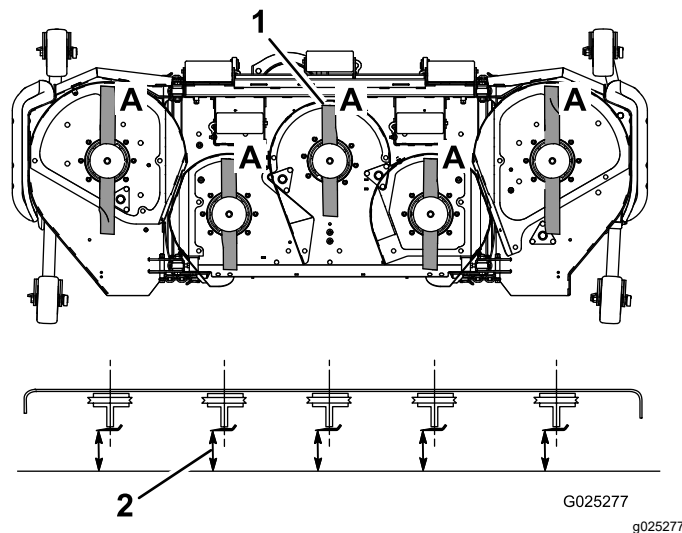

Figura 26
3. Rode as lâminas até as suas extremidades se encontrarem viradas para a frente e para trás (Figura 26).
4. Meça de uma superfície plana à extremidade de corte, posição **A**, das lâminas (Figura 26). Anote esta medida.